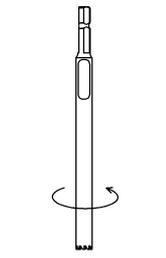

図4
- ハローリーマーを左回転させ、スクリュー周囲の骨を深さ5mm以上となるよう削ります。(図4)